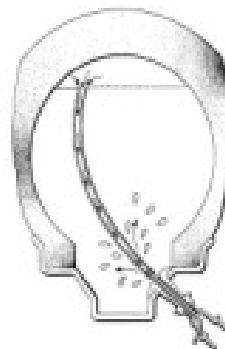

Fig. 130
5. Conecte un tubo adaptador de extensión al adaptador de agua tipo especial (Fig. 130). La longitud del tubo de extensión depende del tamaño de las ruedas a llenar :